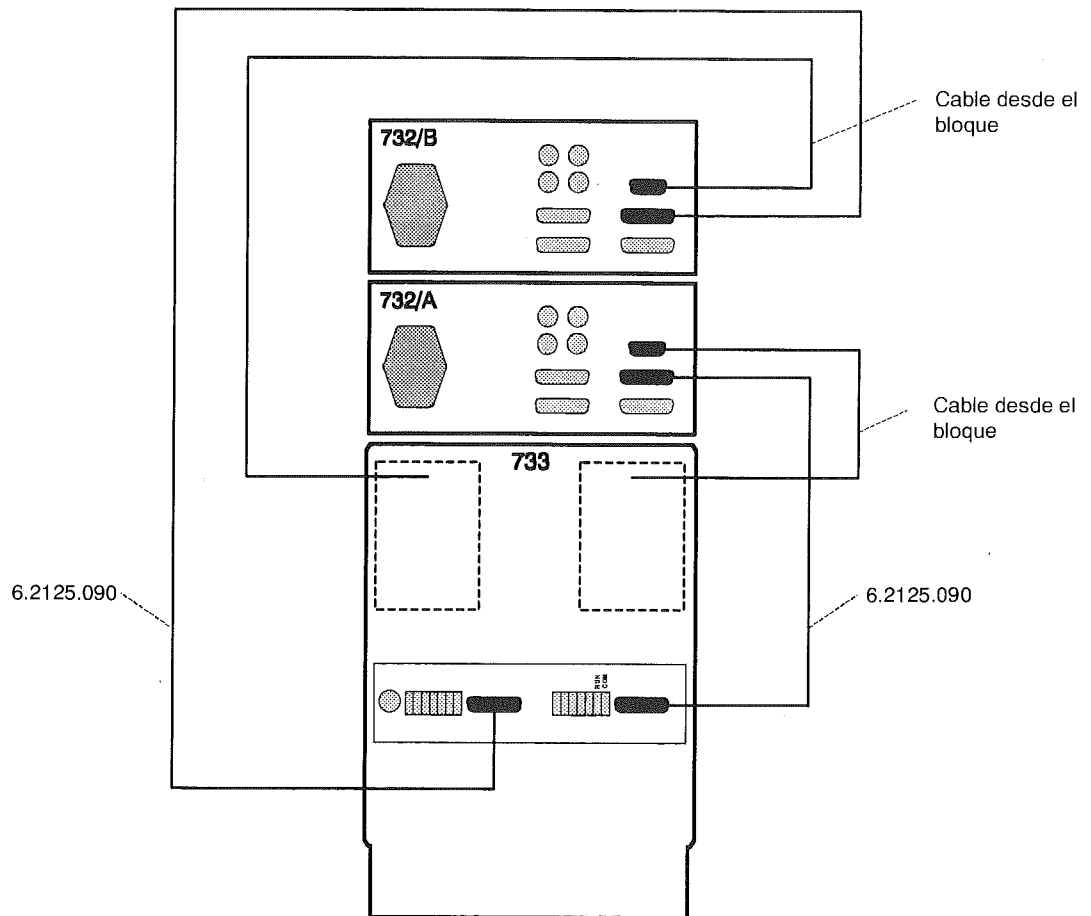

Fig. 7: Conexión 732 – 2.733.0X20
- Enchufar el cable de conexión gris montado en fijo al bloque detector A con el conector **13** „Detector Block“ del primer Detector CI 732 y afianzar al aparato mediante giro de los tornillos disponibles en el conector (véase Fig. 7).
- Enchufar un extremo del cable de conexión 6.2125.090 con el conector **14** „733 IC Separation Center“ del **primer Detector CI 732** y afianzar al aparato mediante giro de los tornillos disponibles en el conector (véase Fig. 7).